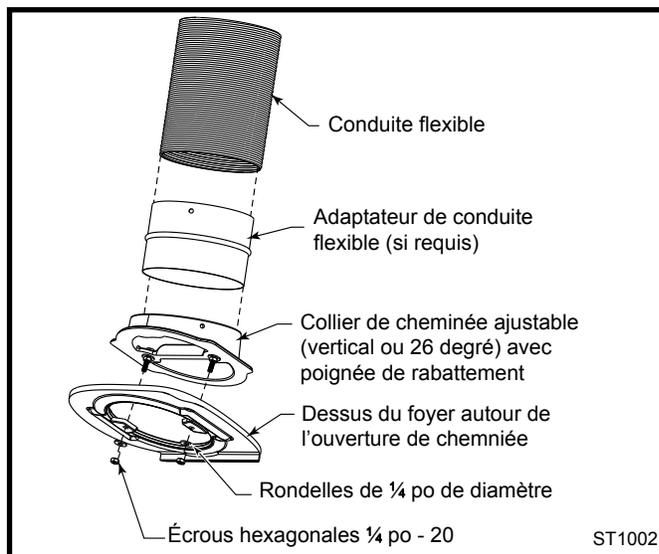

Fig. 6 Composantes du système de ventilation.
3. **Installation du système de ventilation :** en fonction du type de configuration, il peut être plus facile pour vous d'installer d'abord le connecteur ou la conduite de cheminée en acier inoxydable. Référez-vous à la figure 6 pour visualiser les composantes du système de ventilation.
- Retirer le collier de cheminée en acier du foyer et fixer sur ce dernier soit l'adaptateur ou la conduite de cheminée en perçant trois (3) trous. Il faut vous servir des trois trous se trouvant sur le collier comme guide de perçage.